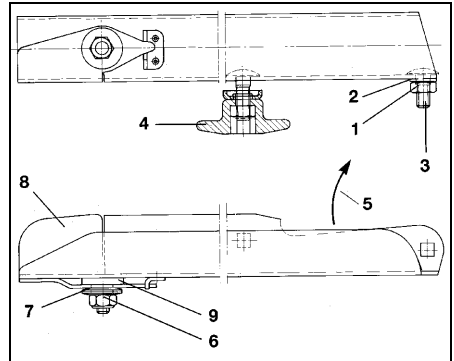

Fig. 59
- Lösen der selbstsichernden Mutter (Fig. 59/1).
- Entfernen der Unterlegscheibe (Fig. 59/2) und der Flachrundschaube (Fig. 59/3).
- Lösen der Flügelmutter (Fig. 59/4) und Streuschaufel auswechseln.
- Die selbstsichernde Mutter (Fig. 59/1) so anziehen, dass die Streuschaufel von Hand verschwenkbar ist.
Auf die korrekte Montage der Streuschaufeln achten! Die offene Seite der U-förmigen Streuschaufel weist in Drehrichtung (Fig. 59/5).